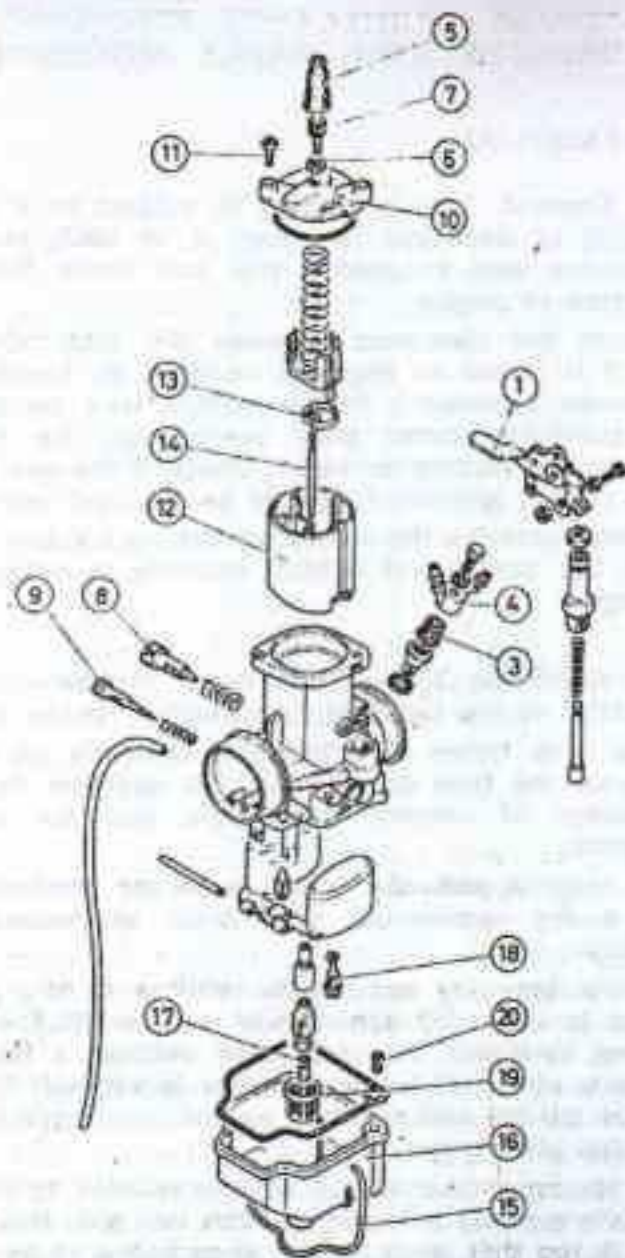

Fig. 12
2. Limpieza del filtro de entrada de gasolina. Por la parte derecha del carburador, desmontar el record de entrada (3, fig. 12), usando una llave de 13 mm. Extraer el filtro y limpiar con gasolina y aire. Volver a montar y fijar al carburador.
5. Cambio del surtidor principal. El surtidor principal está situado dentro de la cuba del flotador. Para llegar a él, se debe desmontar el carburador de la motocicleta y luego la cuba del flotador fijada por un tensor (15, fig. 12). El surtidor aparece situado en posición central y fácilmente desmontable con llave de 8 mm. Véase el surtidor correspondiente en la pág. 58.